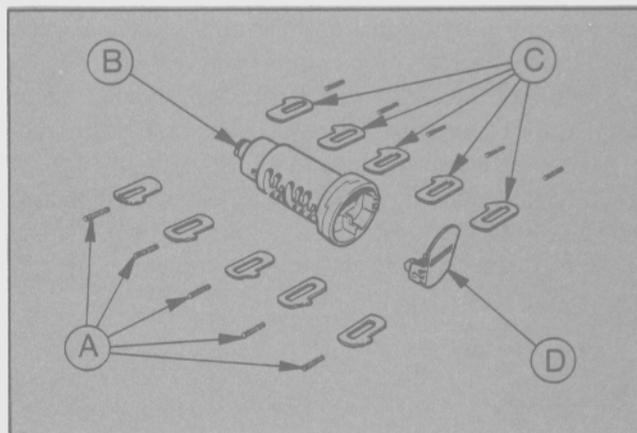

Fig. 340 - Conjunto del cilindro.
- Retirar con cuidado los fiadores y muelles del alojamiento, manteniendo los primeros en el orden correcto (Fig. 340)..